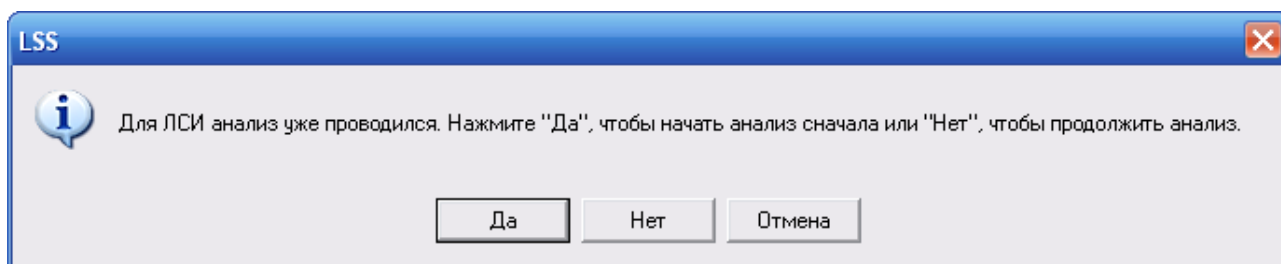

Рис. 3-64
- Если для элемента ЛСИ анализ проводился ранее, то при выборе пункта **Начать заново** появится информационное сообщение (рис. 3-64). При нажатии на кнопку **Да** анализ элемента начнется сначала, при нажатии на кнопку **Нет** будет продолжен ранее прерванный анализ.